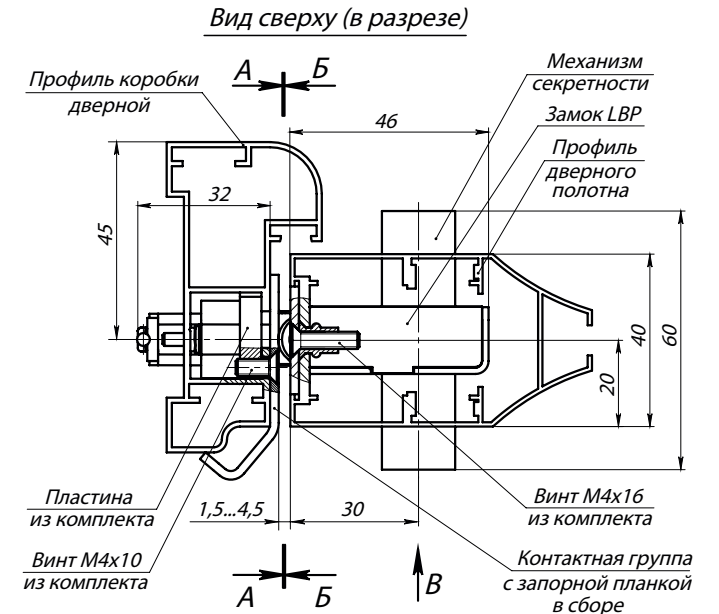

Рис. 2. Замок с контактной группой PERCo- BP1 в сборе (виды А, Б и В изображены на установочных шаблонах)
- профили дверного полотна Т34, Т53, Т81, Т85 и профиль дверной коробки Т72-14 (ООО «Петралюм»), или аналогичные им по своему сечению (см. рис. 2).
3. Для замка с запорной планкой **PERCo-BP1**. Установите замок (1) в заранее подготовленный паз в профиле дверного полотна и закрепите его двумя винтами M4x16 (5) из комплекта поставки (см. рис. 2).
5. Установите механизм секретности (11) и зафиксируйте его винтом (10) через отверстие в лицевой планке замка (**длина винта 35 - 45 мм**).
6. Установите декоративные накладки (13) и ручки (15) в соответствии с рекомендациями изготовителя. После установки ручки должны легко поворачиваться.
8. Для запорной планки **PERCo-BP1**. В профиль дверной коробки установите пластину из комплекта поставки и зафиксируйте ее винтом M4x10 (см. рис. 2). Установите вторую пластину аналогичным образом.
9. Соедините кабель управления с клеммами (8), установленными на контактной группе. Для этого обожмите концы кабеля в зажимы клемм.